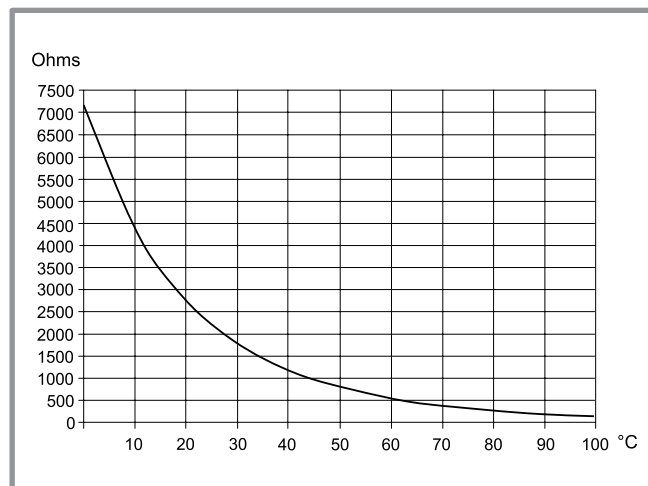

figure 1 - Valeur ohmique des sondes
- Valeur ohmique de la sonde (fig. 1) : 2200 ohms à 25 °C.